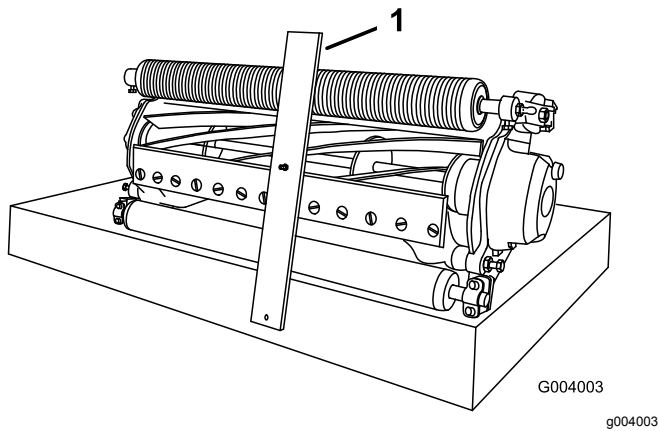

Figura 16
2. Agganciate la testa del bullone del calibro dell'altezza di taglio sul lato destro del tagliente della controlama e appoggiate l'estremità posteriore della barra sulla parte posteriore del rullo (Figura 16).